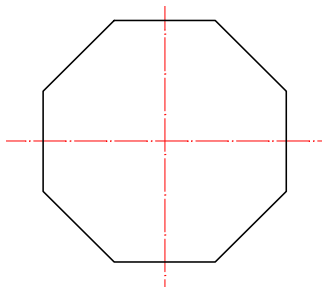

图 5-42 正八边
2. 换实线层,作正八边形,中心位置为点划线交叉处,如图 5-42 所示。